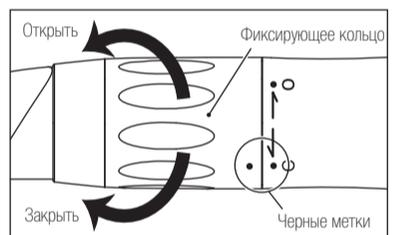

Рис. 1
- 1) Поверните фиксирующее кольцо в направлении отметки [O] до характерного щелчка (Рис. 1).
- 3) Поверните фиксирующее кольцо в направлении отметки [C] до характерного щелчка. Убедитесь, что черные метки расположены на одной линии (Рис. 1).